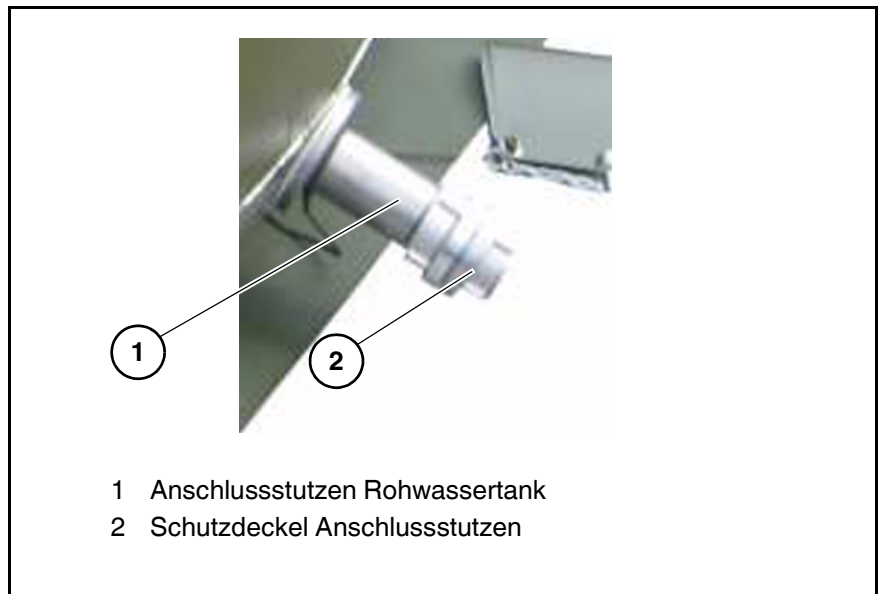

Bild 22 Anschluss Rohwassertank
2. Rohwasserschlauch an der Kupplung (27/1) anschließen und gemäß Bild 22 mit dem Rohwassertank verbinden.